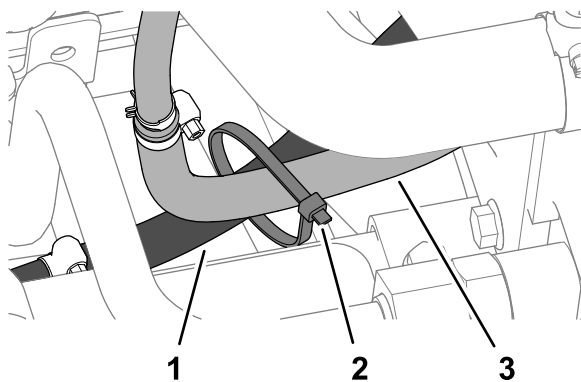

Рисунок 19
- Соедините 2 шланга охладителя топлива друг с другом с помощью кабельной стяжки (Рисунок 19).